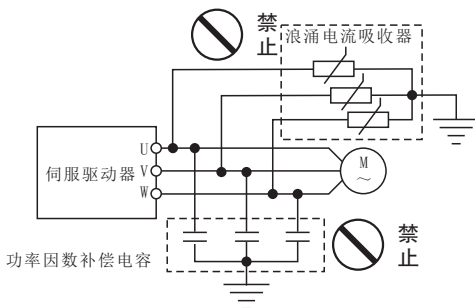

图1-3
- 由于伺服驱动器的输出电压是 PWM 脉冲波，因此在其输出端请不要安装电容或浪涌电流吸收器（如压敏电阻），否则将会导致伺服驱动器出现故障跳闸，甚至功率元器件的损坏。如已有安装的，请务必拆除。见图 1-3 所示。